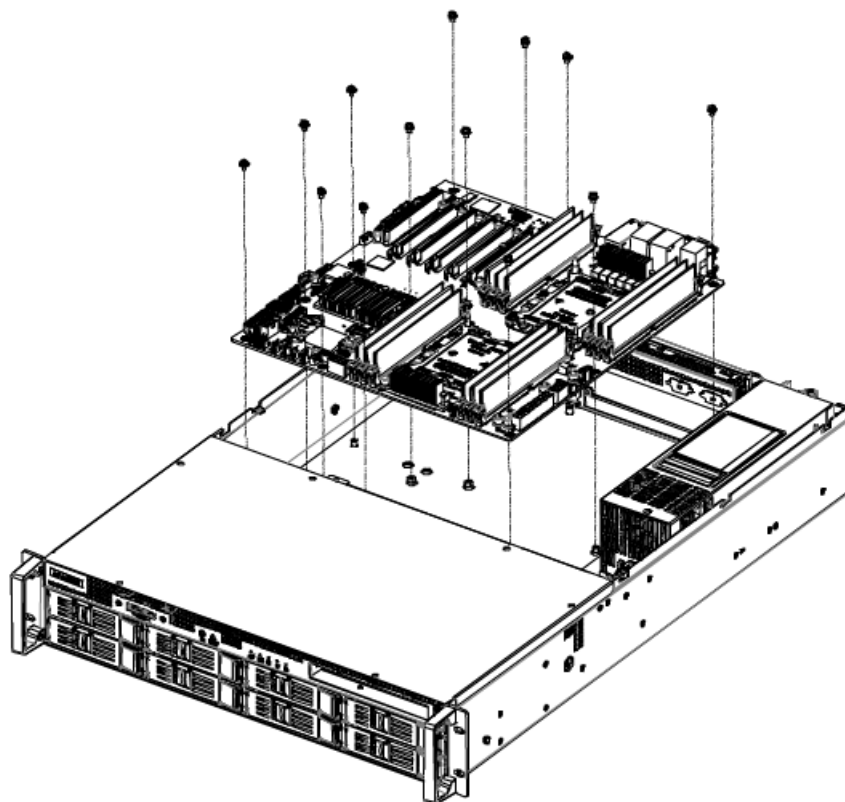

Figure 2.4 Installing a motherboard/ 安装母板 / 安装主機板
2. Attach the motherboard I/O shielding onto the rear plate first. Then fasten the motherboard onto the chassis (see Figure 2.4).
2. 將主板的 I/O 屏蔽衬垫放在后面板上，然后把主板固定在机箱上（如图 2.4 所示）。